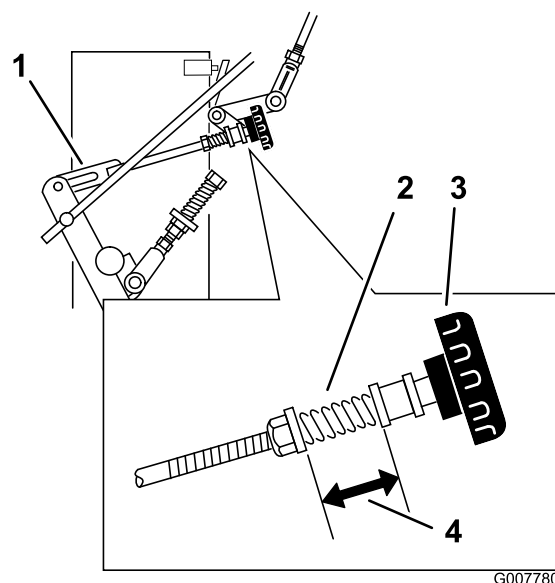

Figure 36
- Régalez la timonerie droite en tournant le bouton Quick-Track dans le sens antihoraire jusqu'à ce que la roue commence à tourner en avant (Figure 36).
- Tournez le bouton dans le sens horaire 1/4 de tour à la fois. Déplacez ensuite le levier de commande de vitesse en avant et ramenez-le au point mort. Répétez cette opération jusqu'à ce que la roue droite arrête de tourner en avant (Figure 36).
- Le ressort qui maintient la tension sur le bouton n'a normalement pas besoin d'être réglé. Toutefois, si un réglage est nécessaire, réglez la longueur du ressort à 26 mm entre les rondelles (Figure 36).
- Régalez la longueur du ressort en tournant l'écrou situé à l'avant du ressort (Figure 36).